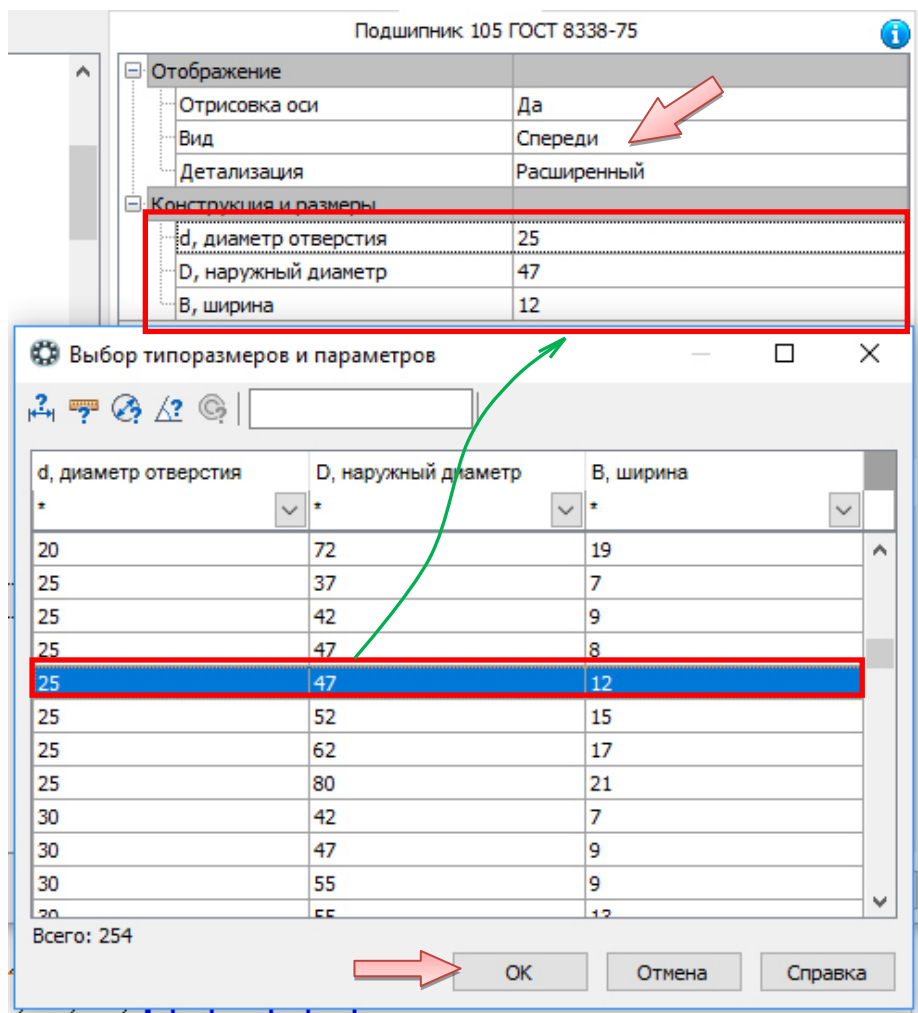

Рис. 4.64. Ввод параметров подшипника
- В Области свойств выполните двойной щелчок мышью по строке «Диаметр крепежной детали». В списке «Выбор типоразмеров и параметров» выполните двойной щелчок ЛК на значении диаметра крепежной детали 4 мм (см. рис. 4.64).